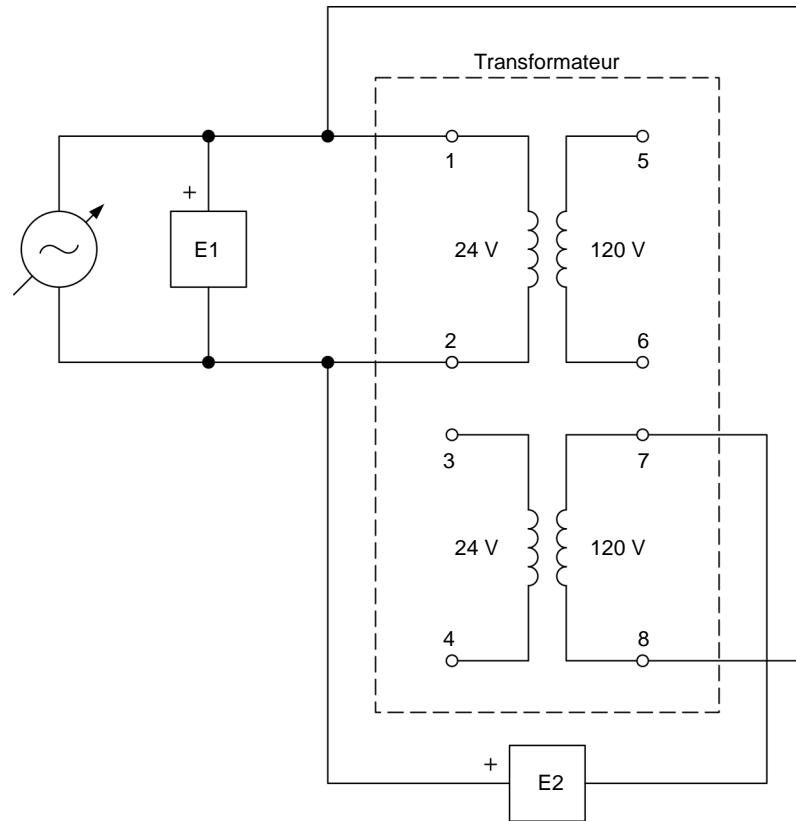

Figure 18. Circuit pour déterminer la polarité des enroulements d'un transformateur à l'aide d'un voltmètre.
- 23.** Connectez l'équipement tel que montré dans la figure 18. Dans ce circuit, l'autre enroulement secondaire (enroulement 7-8) du transformateur est connecté en série avec l'enroulement primaire (enroulement 1-2).